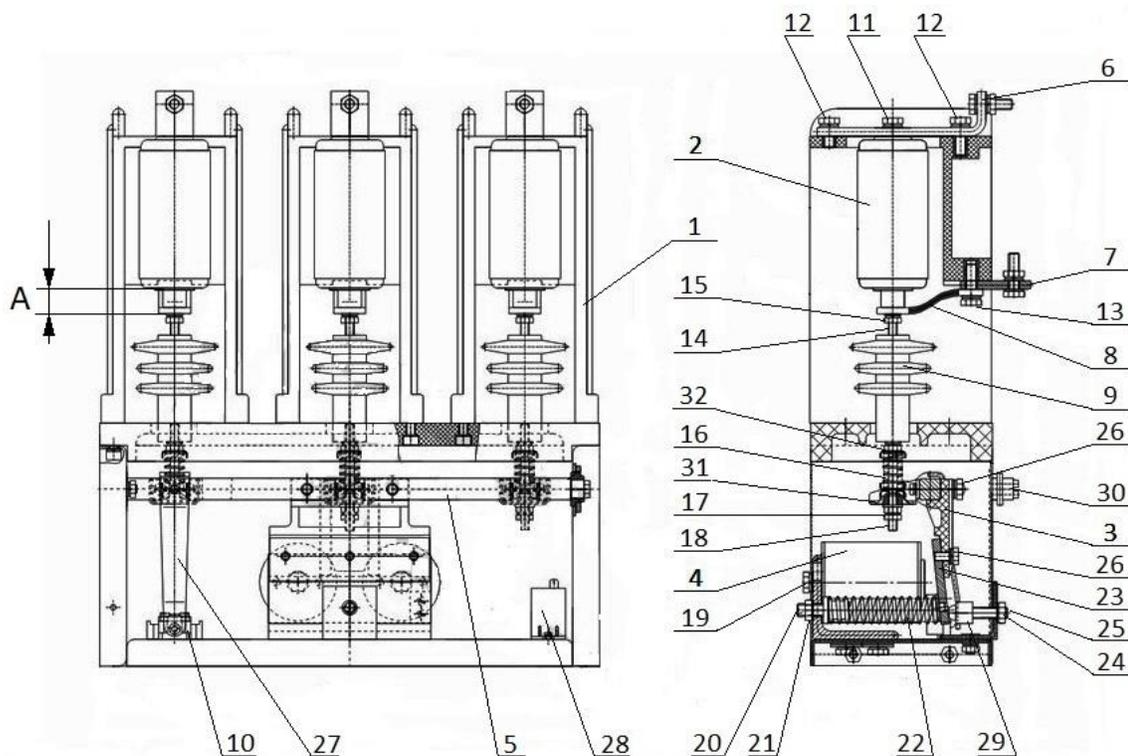

Рисунок 6. Устройство контактора.
4.3.5. Для регулировки провала главного контакта (рис.6) необходимо ослабить контргайку регулировочной гайки 17 на штоке 18 и выкручивая гайку 17 выставить зазор между скобой 31 приводного механизма 5 и гайкой 17 в соответствии с таблицей 1 ($1,8 \pm 0,2$) мм, зафиксировать контргайку регулировочной гайки 17.
4.3.6. Замер хода контактов главной цепи расстояние «А» рисунок 6 выполняется следующим образом, измеряется расстояние «А» сначала в отключенном положении контактора, затем во включенном положении контактора. Разница измерений соответствует ходу (раствору) контактов главной цепи контактора и должна соответствовать значениям таблицы 1.